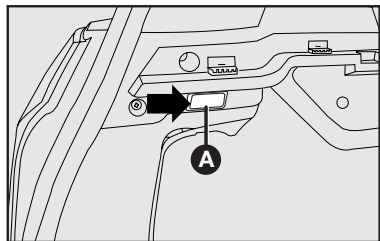

fig. 45
- 1) saque el transparente **A**-fig. 45, haciendo palanca con un destornillador en el punto indicado por la flecha;